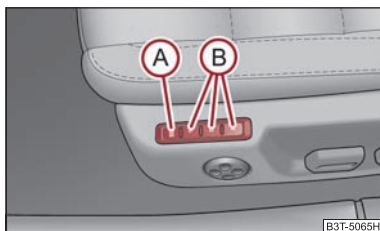

Fig. 71 Scaunul șoferului: Tastele pentru memorare și tasta SET
- Apăsați tasta SET (A) ⇒ fig. 71.
- Apăsați una din tastele pentru memorare (B) într-un interval de 10 secunde de la apăsarea tastei SET - se va emite un ton de confirmare a efectuării memorării.
Memory pentru scaun oferă posibilitatea memorării individuale a poziției scaunului șoferului și a oglinzilor exterioare. Fiecăreia din cele trei taste de memorie (B) ⇒ fig. 71 i se poate alocă un reglaj al scaunului. După apăsarea tastei respective (B) scaunul și oglinda exterioară vor adopta poziția memorată pe tastă ⇒ pagina 80.
- **Memory-apăsare scurtă:** apăsați scurt tasta de memorare **(B)** ⇒ pagina 79, fig. 71. Scaunul și oglinzile exterioare vor adopta automat poziția memorată (acest lucru este valabil numai pentru situația când contactul este pus și viteza este mai mică de 5 km/h).